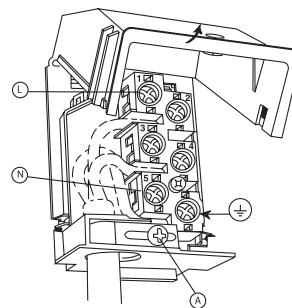

Abb.16
- Die Anschlussdose öffnen (siehe Abb. 16).